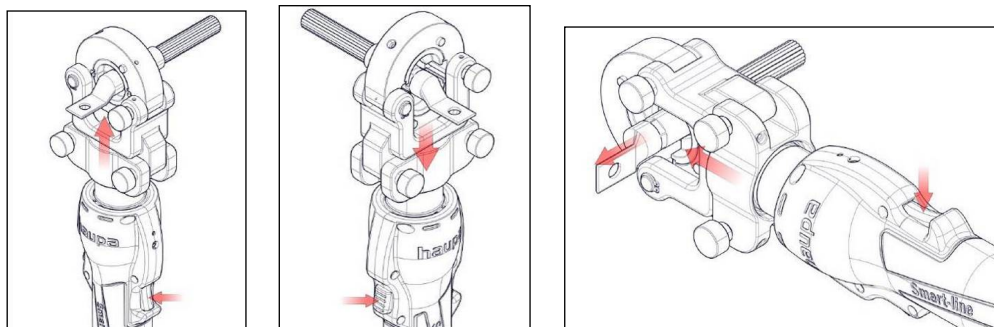

Bild 8: Crimpverbinder
- Starttaste drücken für die Crimpverbindung und Rücklauftaste drücken für die Entfernung der Crimpverbindung aus dem Arbeitsbereich, siehe Bild 8 unten.